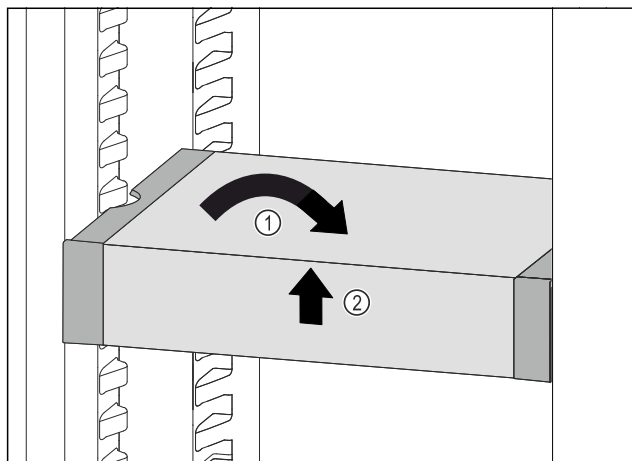

Fig. 88
- ▶ VarioSafe postavte rovno. Fig. 88 (1)
- ▶ VarioSafe nadvihnite vpredu. Fig. 88 (2)